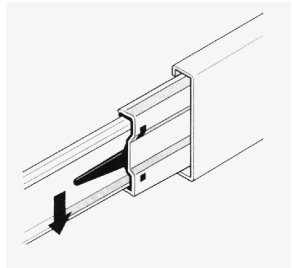

Рис.1
1. Подготовьте детали к сборке. Отсоедините от основания телескопических направляющих внутренние планки, отогнув пластиковый рычажок фиксатора (Рис. 1).